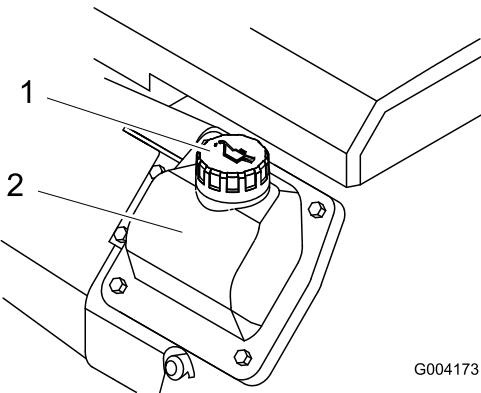

Рисунок 16
8. В случае низкого уровня масла очистите область вокруг крышки для залива масла и снимите крышку (Рисунок 16).